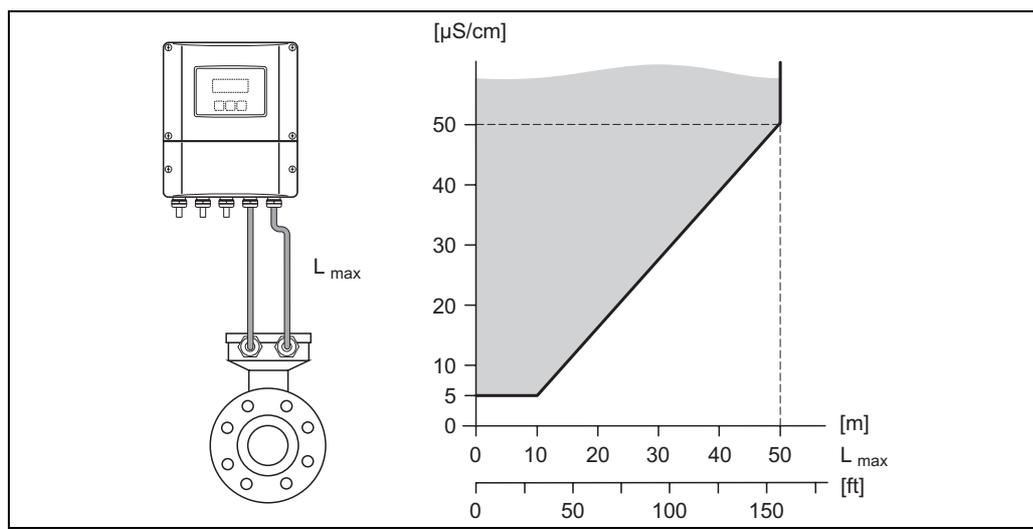
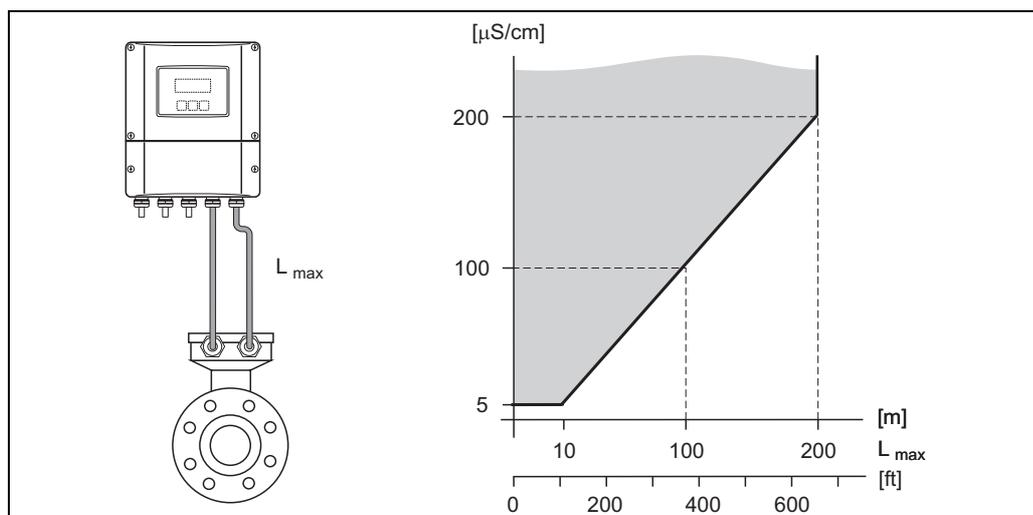

Fig. 16: Lunghezze consentite per il cavo di collegamento della versione separata, in funzione della conducibilità del fluido
Fig. 17: Lunghezze consentite per il cavo di collegamento della versione separata, in funzione della conducibilità del fluido
- La lunghezza consentita per il cavo, L_{max} , dipende dalla conducibilità del fluido (v. Fig. 16, Fig. 17).